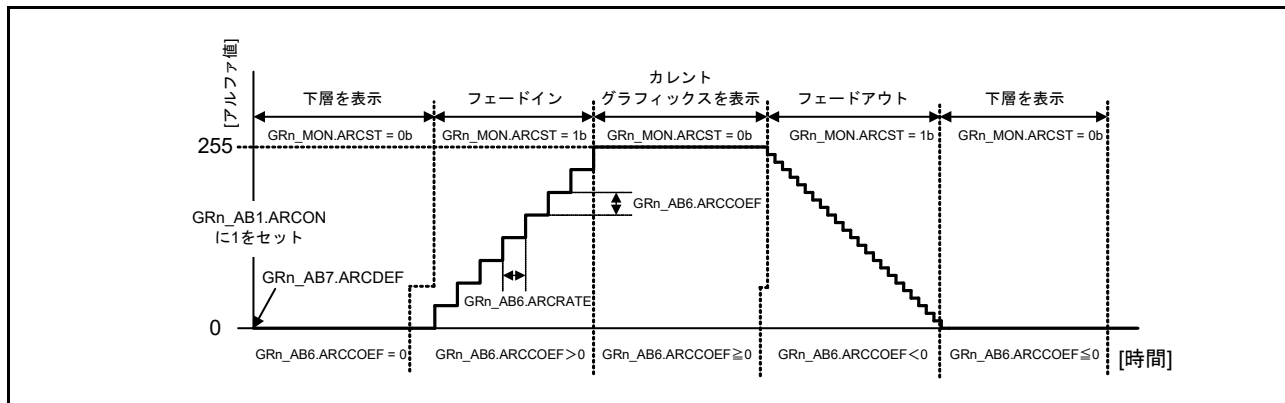

図 58.11 アルファ値の変動
矩形領域におけるアルファブレンディングでは、現在のグラフィックは GRn\_AB7.ARCDEF[7:0]、GRn\_AB6.ARCCOEF[8:0]、GRn\_AB6.ARCRATE[7:0] の設定によりフェードイン/フェードアウトします。GR\_ARC\_DEF[7:0] ビットにアルファ値が設定されている場合、GR\_ARC\_DEF[7:0] ビットと矩形領域のアルファブレンディングはオンになります。垂直同期信号 (VS) が GR\_ARC\_RATE[7:0] ビットに設定された回数を立ち上がるたびに、GR\_ARC\_COEF[8:0] の値がアルファ値に加算/減算されます。図 58.11 に、アルファ値の変動を示します。
矩形領域におけるアルファブレンディングの初期アルファ値を指定します。このビットを使用して現在のグラフィックのフェードイン/フェードアウトを行う間のアルファ値の変動については図 58.11 を参照してください。